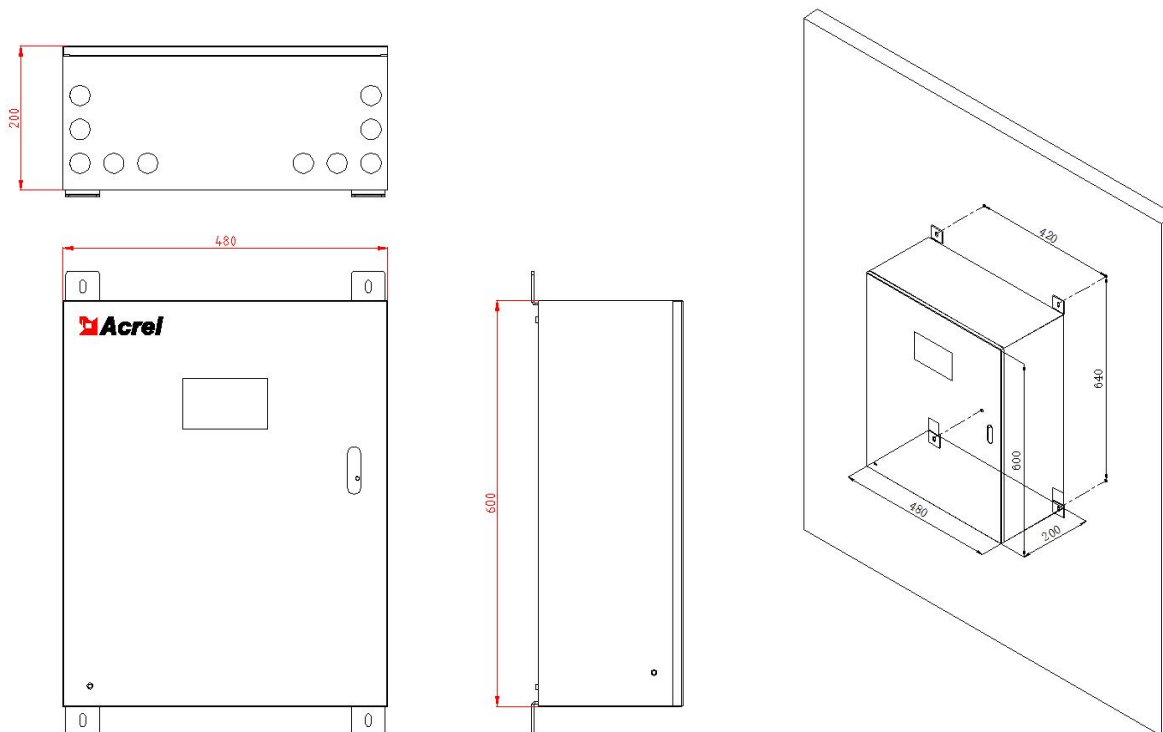

图 3
**A-D-0.3/0.5/0.75/1KVA-A200LT** 集中电源的外形尺寸为：600(H) \*480(W) \*200(D)mm，如图 3 所示。